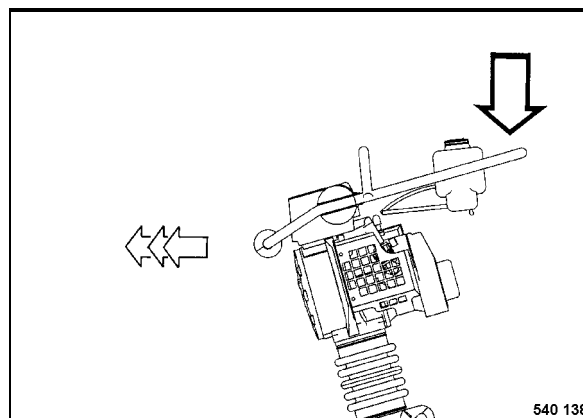

Fig. 19
- La velocidad de avance también se puede variar mediante la fuerza de presión sobre el estribo (Fig. 19).